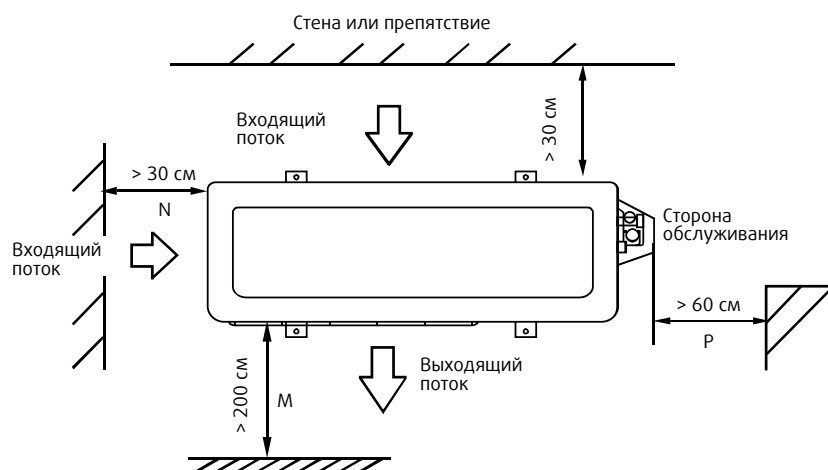

Рис. 5-2
- Минимально допустимые расстояния, указанные на монтажной схеме могут быть неприменимы в ситуации закрытого пространства. Необходимо, чтобы 2 из 3 сторон наружного блока были свободны от каких-либо преград или конструкций. (Рис. 5-2).